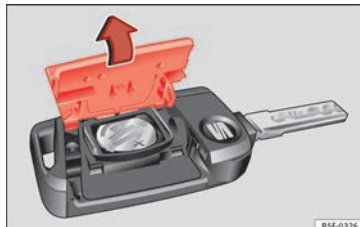

Abb. 133 Fahrzeugschlüssel: Deckel des Batteriefachs öffnen.
- Abdeckung auf der Rückseite des Fahrzeugschlüssels » **Abb. 133** in Pfeilrichtung abnehmen » .
» **Abb. 133** und entgegen der Pfeilrichtung auf das Fahrzeugschlüsselgehäuse drücken, bis sie einrastet.